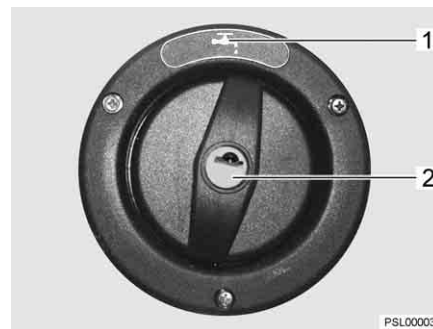

Bild 55 Lock för påfyllningsöppningen för dricksvatten
- ▷ Påfyllningsöppningen för dricksvatten är märkt med symbolen (Bild 55,1).
- Stick in nyckeln i låscylindern (Bild 55,2) och vrid moturs.